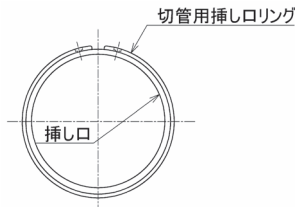

図78 切管用挿し口リングのセット
- ① 溝内に砂などの異物が入っていないことを確認したら、専用の挿し口リング拡大器を用いて切管用挿し口リングを挿し口にセットする(図78)。